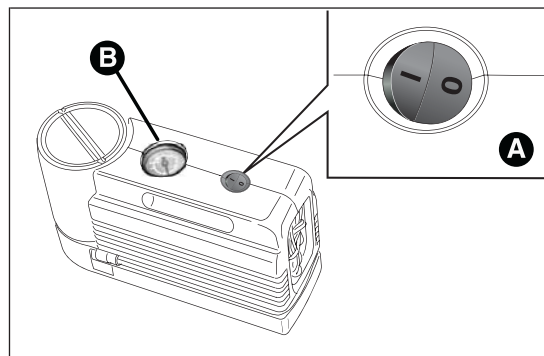
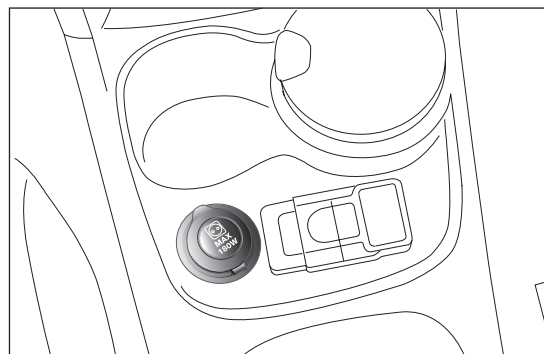

fig. 118
fig. 119
- ☐ asegurarse de que el interruptor A fig. 118 del compresor esté colocado en posición 0 (apagado), arrancar el motor, colocar el enchufe en la toma de corriente situada en el túnel central fig. 119 y accionar el compresor desplazando el interruptor A a la posición I (encendido).
Inflar el neumático de acuerdo con la presión indicada en el apartado "Presión de inflado", en el capítulo "Datos técnicos". Para obtener una lectura más precisa, se recomienda comprobar el valor de la presión en el manómetro B fig. 118 con el compresor apagado;